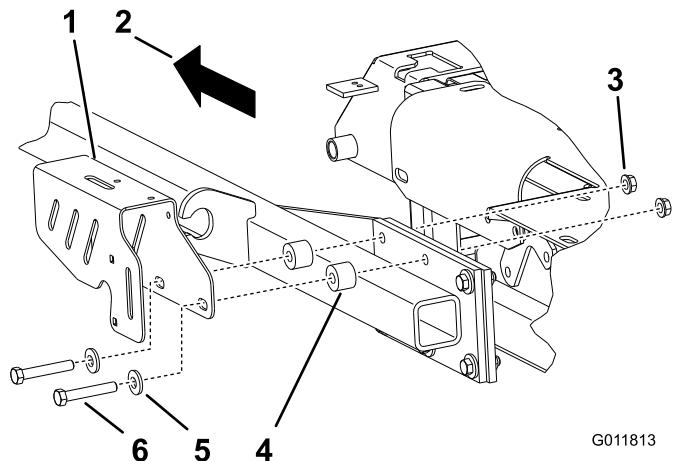

Figure 10
9. Montez le support de pompe gauche avec les 2 entretoises entre le châssis porteur et le support au moyen des écrous retirés précédemment et de 2 boulons (3/8 x 2-1/4") neufs et 2 rondelles (3/8 pouce) neuves (Figure 10).